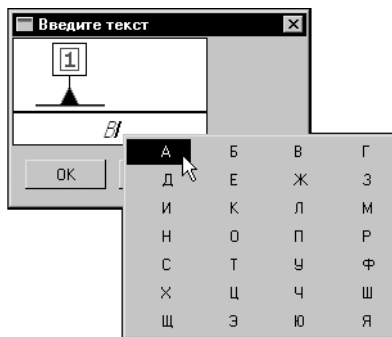

Рис. 22.8. Выбор обозначения базы
- 3.2. Из появившейся на экране таблицы выберите обозначение **А** (рис. 22.8).